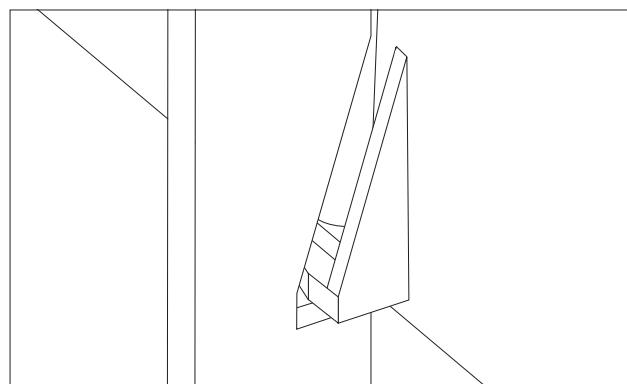

Рис. 5-5 Фланец для фиксации аккумуляторного модуля
**Примечание.** Во время установки аккумуляторного модуля в отсек крепежный фланец зайдет за вырез в корпусе шкафа. Смотри рис. 5-5. Это является средством обеспечения безопасности. При удалении аккумуляторного модуля из шкафа этот фланец предотвращает выпадение модуля из шкафа до тех пор, пока оба работника не примут на себя полный вес модуля.